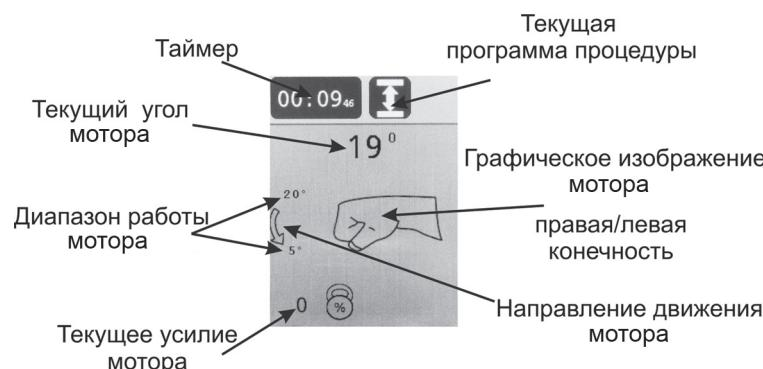

Рисунок 5.3 – Дисплей режима выполнения процедуры
5.1. Дисплей режима выполнения процедуры (см. рис. 5.3).
- В зоне А: заданный пользователем диапазон работы, текущее положение (угол) в градусах (аналогично рис. 5.3) для механизма, а также меню его установок. Справа от меню установок механизма находится меню настройки процедуры. Дисплей режима готовности отображается, когда процедура не запущена. Только в этом режиме можно загрузить другие настройки аппарата из памяти.
Запуск процедуры осуществляется кнопкой . Запуск возможен только когда отображается основной экран, при этом дисплей переходит в режим выполнения процедуры (см. рис. 5.3).